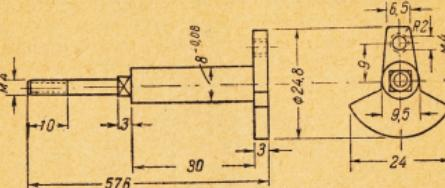

Рис. 20
**а) Коленчатый вал.** Для коленчатого вала (рис. 20) нужно подобрать поделочную сталь № 6—7 с содержанием углерода 0,5—0,6 процента.